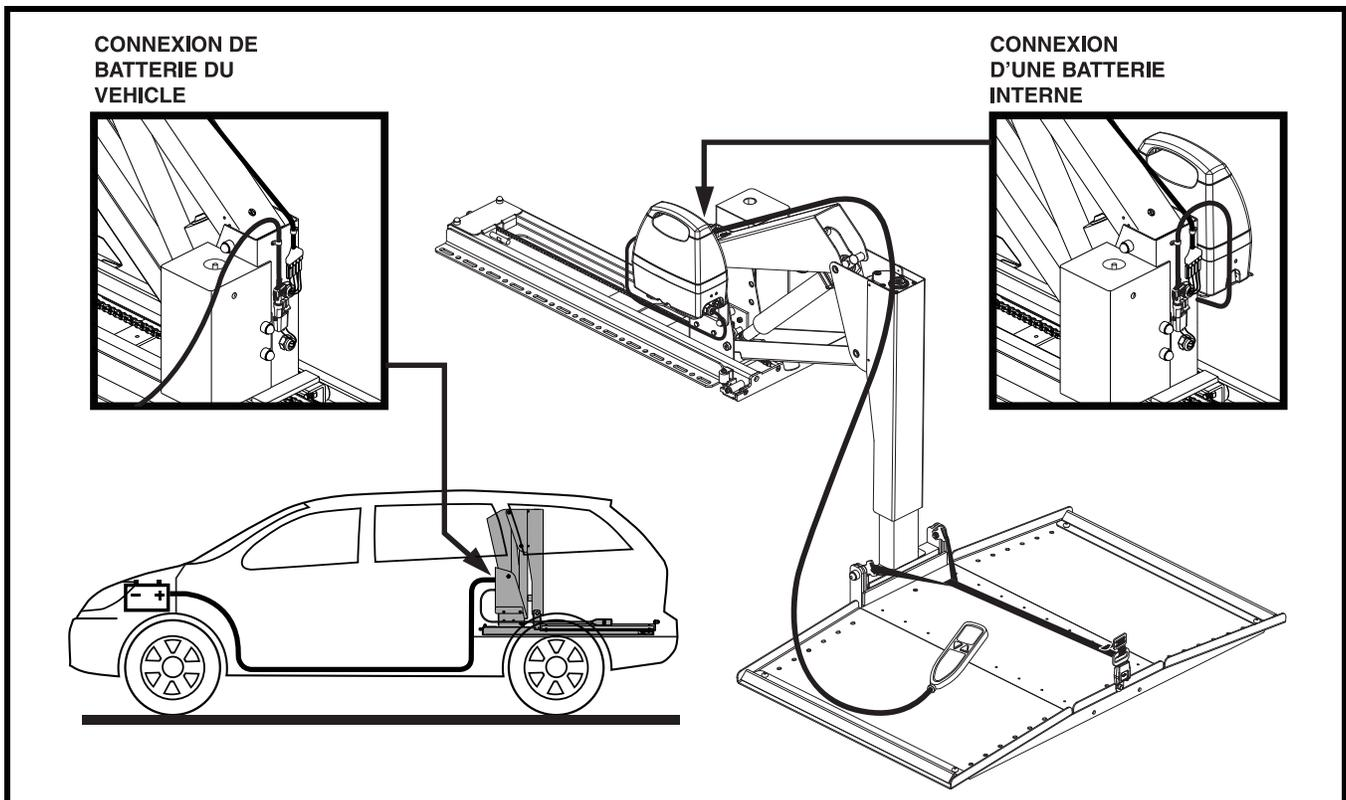

Figure 3. Installation du câble
1. Passe le câble de l'appareil (à partir de l'appareil) à l'intérieur du véhicule pour rejoindre la batterie du véhicule. **Voir la figure 3.**
4. Retirez le fusible 15 ampères du câble. **Voir la figure 3.**